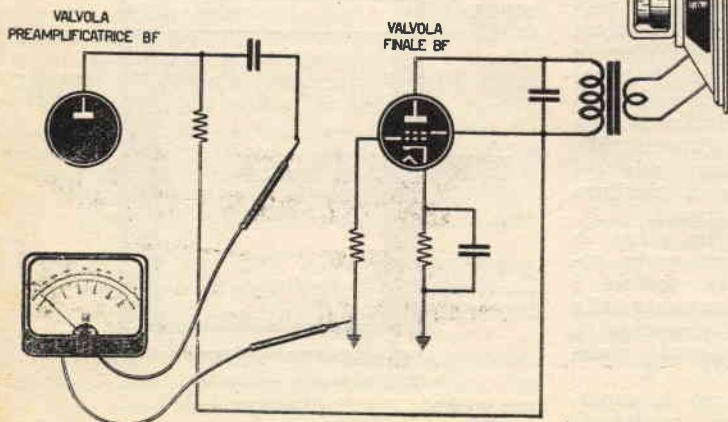

Fig. 11
67) Sulla griglia controllo non deve esistere la sia pur minima tensione positiva. Accertandone l'esistenza, procederemo al distacco del condensatore d'accoppiamento tra placca della valvola preamplificatrice di bassa frequenza e griglia della valvola finale, controllando — a mezzo voltmetro — se detto condensatore sia in perdita (risulterà in perdita nel caso il voltmetro segnali il sia pur minimo valore di tensione), nel qual caso procederemo alla sua sostituzione (fig. 11).